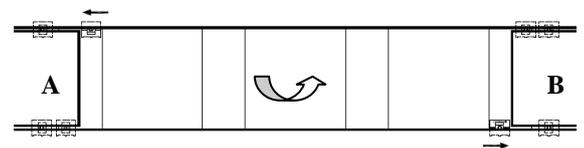

Figura 1'
1. Desatornillar los clips COBRA® que fijaban la lama que se va a dar la vuelta o a sustituir (incluidos los clips de unión con las lamas A y B) y deslizarlos por las ranuras de las lamas A y B (**Figura 1'**)